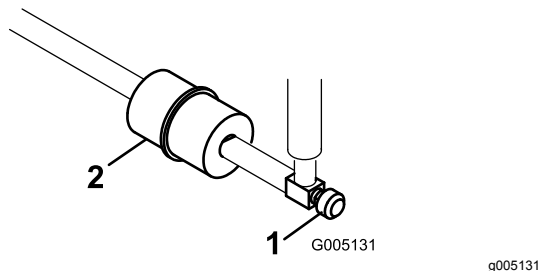

Bild 31
Der Kraftstofffilter befindet sich in der Kraftstoffleitung zwischen dem Tank und dem Vergaser (Bild 31).
1. Schließen Sie den Kraftstoffhahn (Bild 31).
2. Legen Sie eine Ablaufwanne unter den Filter, lockern die Schlauchklemme an der Vergaserseite des Filters und ziehen die Kraftstoffleitung vom Filter ab (Bild 31).
3. Lösen Sie die andere Schlauchklemme und entfernen den Filter (Bild 31).